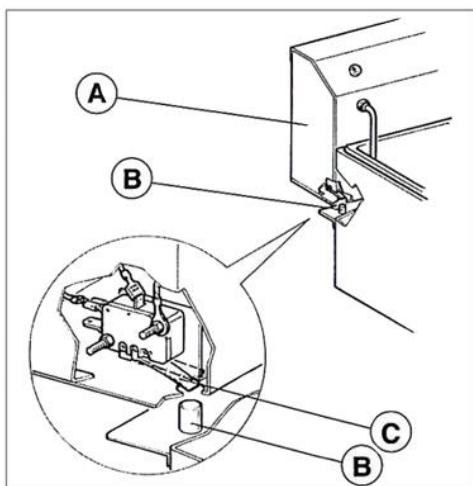

Fig.2 - Abb.2
- that the pin (B, Fig.2) is well inserted in the head as explained in point "Instruction for use";
- Placer dans la bonne position la tête amovible (A, Fig.2) de l'appareil. Le pin (B, Fig.2) doit être bien rentré dans la tête afin d'appuyer sur le micro-interrupteur de fonctionnement placé à l'intérieur (C, Fig.2).
- que le pin (B, Fig.2) soit bien rentré dans la tête comme expliqué au point « Mode d'emploi » ;
- Den herausziehbaren Kopf (A, Abb.2) der Maschine korrekt positionieren. Der Sift (B, Abb.2) muss derart in den Kopf eingesetzt sein, dass er auf den innen angebrachten Betriebsmikroschalter drückt (C, Abb.2).
- der Stift (B, Abb.2) wie unter Punkt „Gebrauchsanweisung“ Beschrieben korrekt in den Kopf eingesetzt wurde;